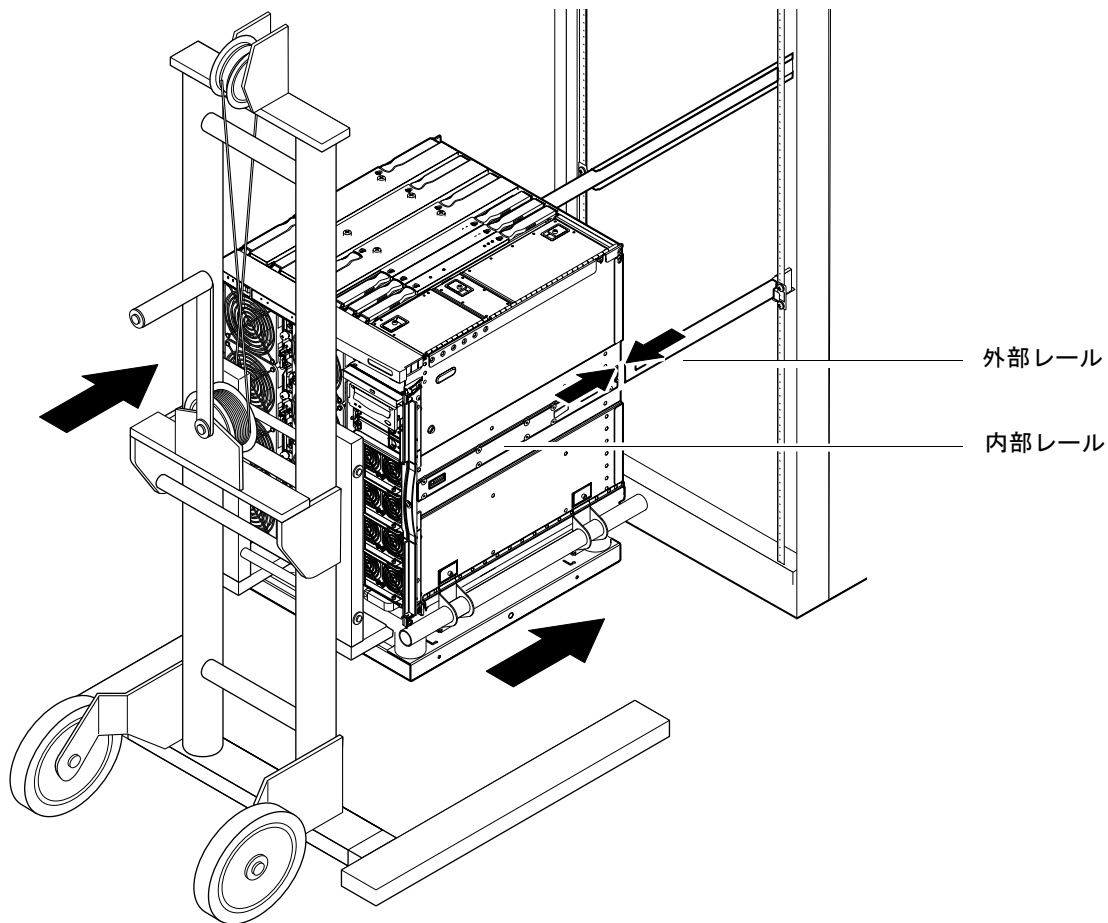

図 1-11 レールの位置合わせ
6. サーバーのレールがキャビネットの外部レールに完全にかみ合うまで、リフティングデバイスを前方に注意深く移動させます (図 1-11)。